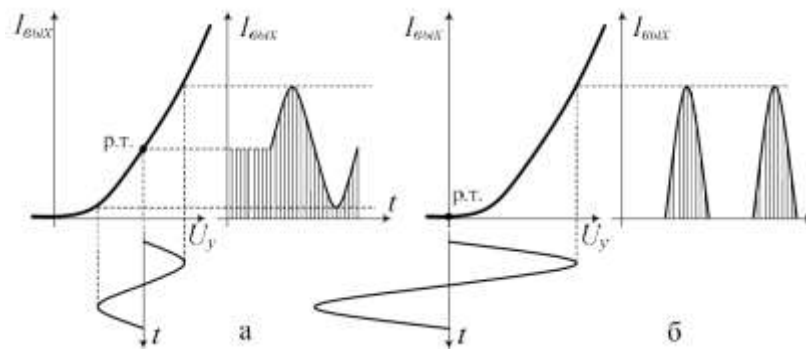

Рис. 1 Выбор рабочей точки усилителя (а – режим А, б – режим В)
Режим класса А. Рабочая точка (р.т.), определяющая состояние схемы при отсутствии сигнала, выбирается на линейном участке динамической вольт–амперной (передаточной) характеристики (рис. 1а). Амплитуда входного напряжения U_y на управляющем электроде активного элемента (базе транзи-
Режим класса В. Рабочая точка выбирается в самом начале динамической вольт–амперной характеристики (рис. 1б), в результате чего при отсутствии входного сигнала выходной ток практически равен нулю и выделяемая в каскаде мощность мала. Однако в этом случае каскад способен усиливать только одну полуволну гармонического сигнала (сигналы только одной полярности). При подаче на вход синусоидального сигнала ток в выходной цепи протекает лишь в течение половины периода (в течение другой половины периода активный элемент находится в состоянии отсечки) и имеет форму импульсов. Достоинства усилителя мощности, работающего в режиме класса В, – высокий КПД (до 70%) и большая мощность сигнала в нагрузке, однако форма выходного сигнала искажена из-за нелинейного участка передаточной характеристики.
1) Собрать схему для исследования усилительного каскада в соответствии с рис. 1. Резистор $RP3$ установить в 200. Подключить канал СН1 осциллографа ко входу усилителя, а канал СН2 к выходу усилителя. Включить временную развертку осциллографа. Включить функциональный генератор и установить синусоидальный сигнал частотой 50 Гц, уменьшить сигнал до нуля регулятором амплитуды функционального генератора. Переключить входы СН1 осциллографа на положение «вход закорочен». Включить питание стенда. При токе $I_b = 0$ установить на потенциометре $RP2 = 2$ и далее не изменять его при всех экспериментах (не трогать ручку потенциометра $RP2$);